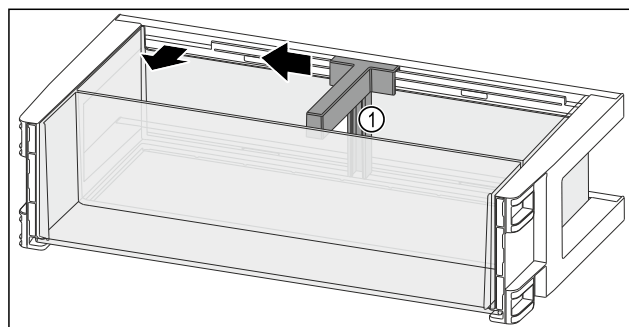

Fig. 110
- ▶ Пересунутьтримач пляшок Fig. 110 (1) убік до пазу.
- ▶ Вийміть тримач пляшок Fig. 110 (1).